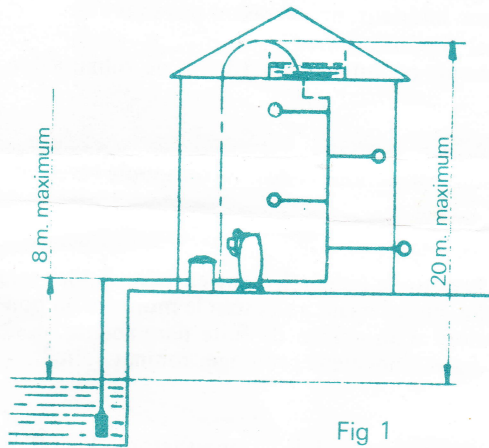

Fig 1
- * Hauteur pratique maximum : 8 m. entre la pompe et le niveau de l'eau (voir figure 1 ci-contre).
MARCHE AUTOMATIQUE : Dans le cas d'alimentation de plusieurs points d'eau, nous recommandons notre ensemble DISTRI-KIT (fig. 3) prêt à la pose, solution économique, plus moderne qu'un réservoir à air libre (fig. 1 en trait mixte) installé en surélévation.
Veiller à ce que la tuyauterie descende en pente douce vers le puits. Pour éviter le pompage des dépôts, placer l'extrémité du tuyau d'aspiration un peu au-dessus du fond de la citerne ou du puits. (Fig. 1)